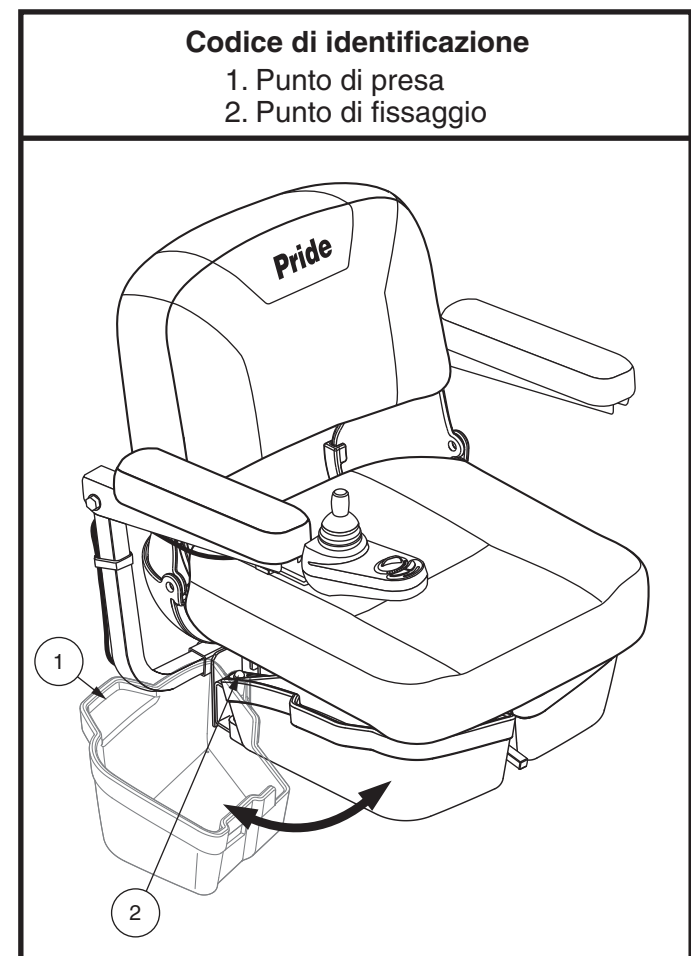

Figura 12. Vano portaoggetti sotto il sedile
1. Sollevare leggermente il punto di presa sul lato del cestello portaoggetti (**vedere figura 12**) e far scivolare il cestello fuori dalla carrozzina.
1. Sollevare leggermente il punto di presa posto sul lato del cestello portaoggetti (**vedere figura 12**) e far scivolare completamente il cestello fuori dalla carrozzina.